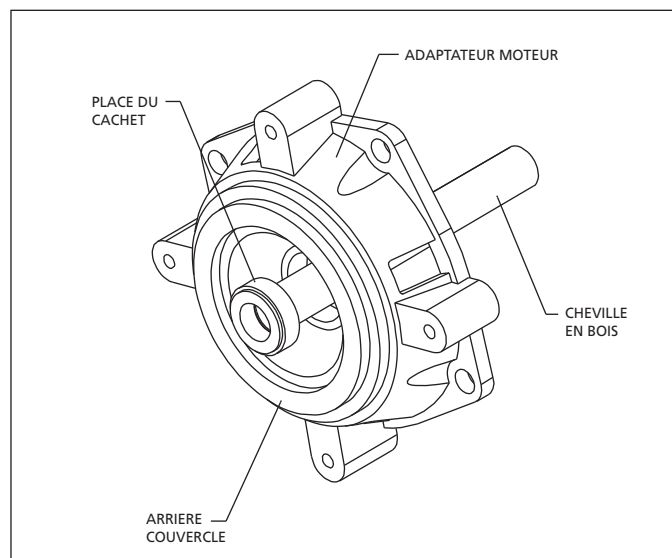

Figure 5 - Enlèvement de la Place du Cachet
- Utiliser une cheville en bois pour pousser hors la place de cachet (Ref. Non. 4) de l'adaptateur (Ref. Non. 2) (voir la Figure 5).